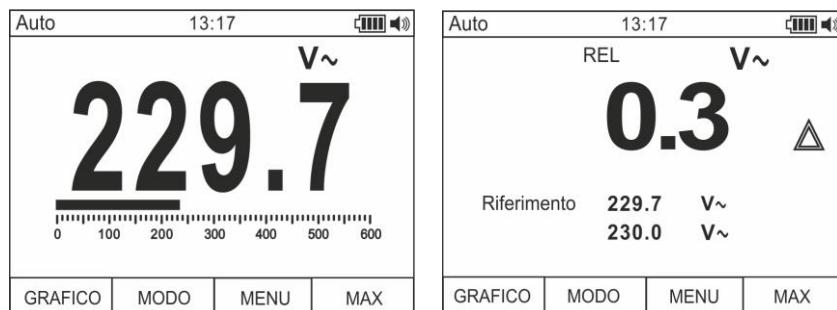

Fig. 5: Misura relativa
- Premere a lungo il tasto **HOLD/REL** per entrare nella misura relativa (vedere Fig. 5 – parte destra). Il messaggio “REL” e il simbolo “Δ” appaiono a display